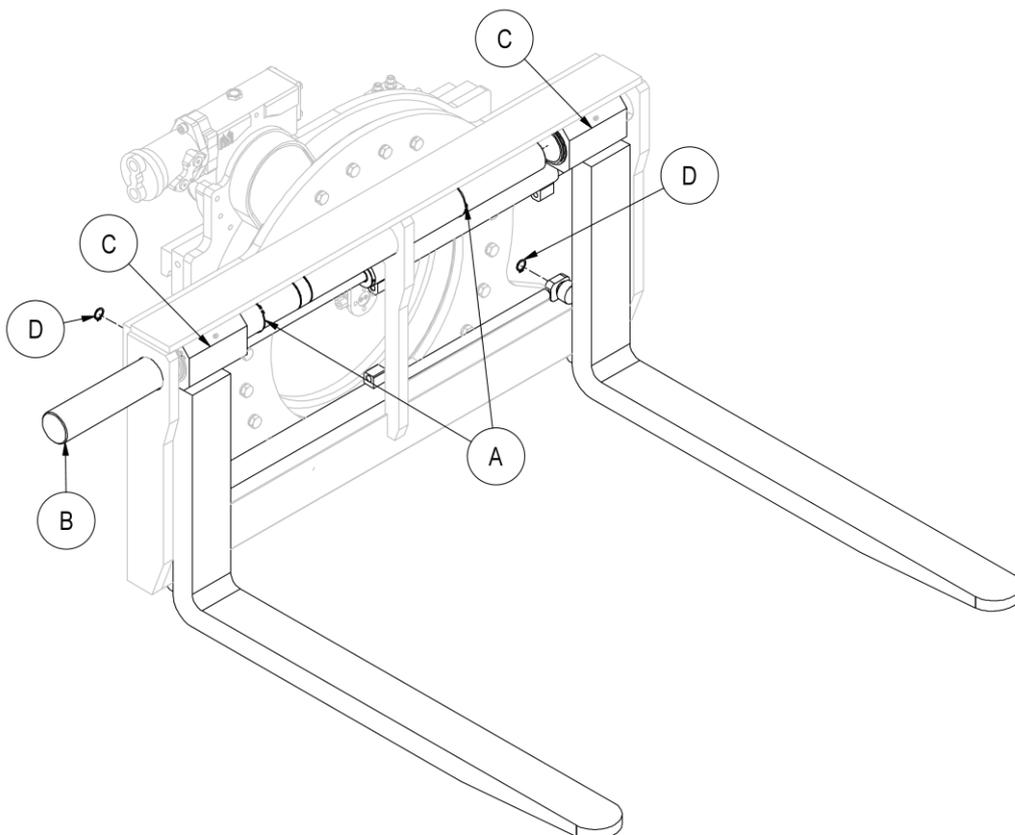

Figure 31
6. Se référer à la *Figure 31*.